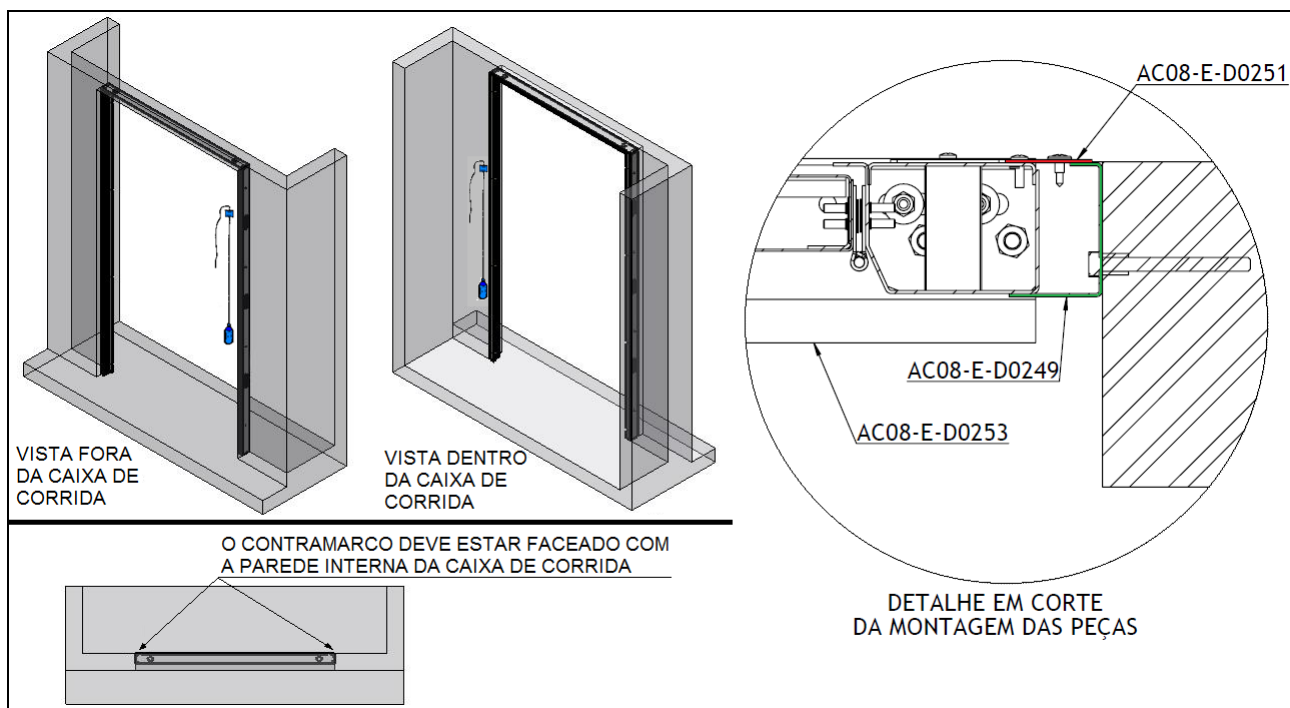

Figura 28: Fixação do contra-marco do vão de porta
- Fixar os contra marcos de porta conforme a figura 28.